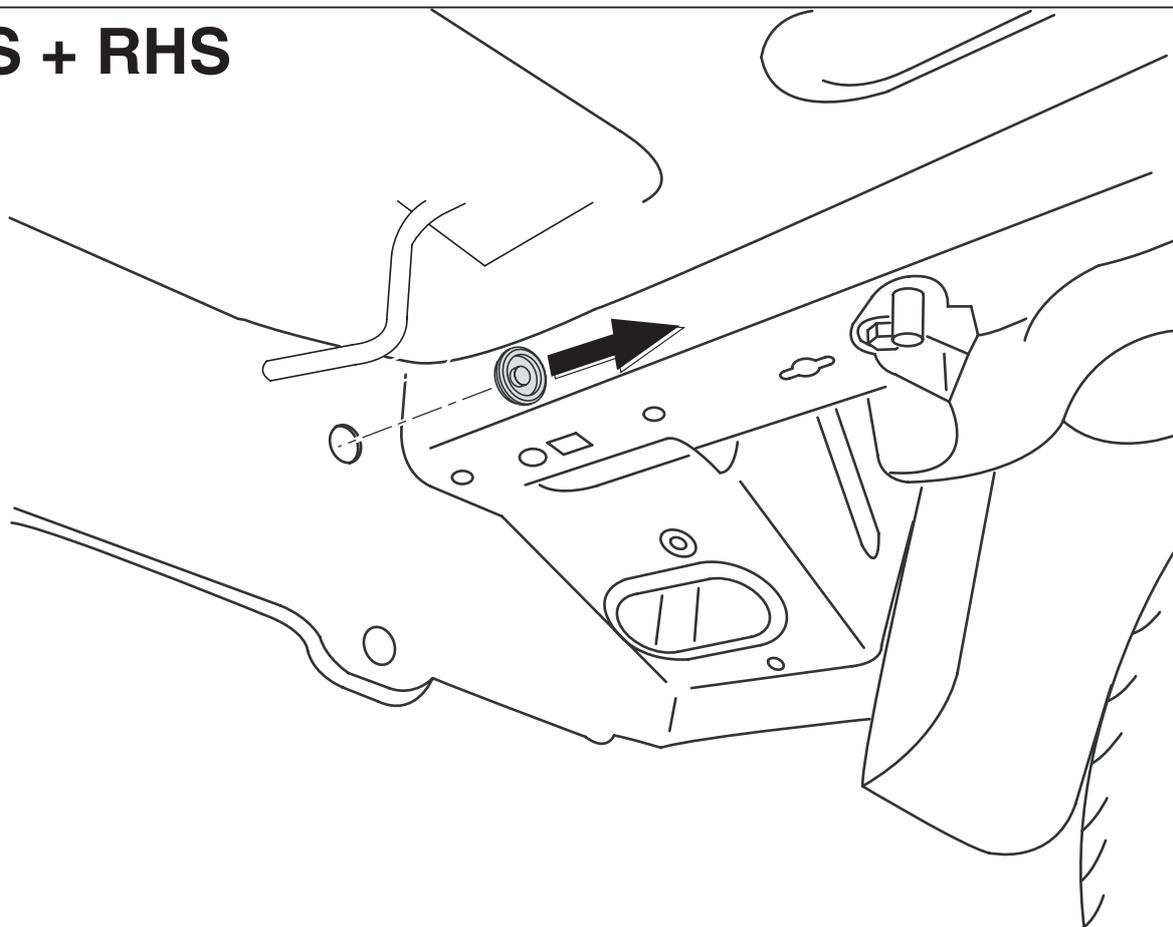

Fig. 1
2. Bei den angegebenen Punkten die Gummikappen entfernen (siehe Abb. 1).
2. Avlägsna gummikåporna vid de markerade punkterna (se fig. 1).
2. Fjern gummikapslerne ved de markerede punkter (jævnfør fig. 1).
2. W oznaczonych miejscach usunąć gumowe nakładki (patrz rys. 1).